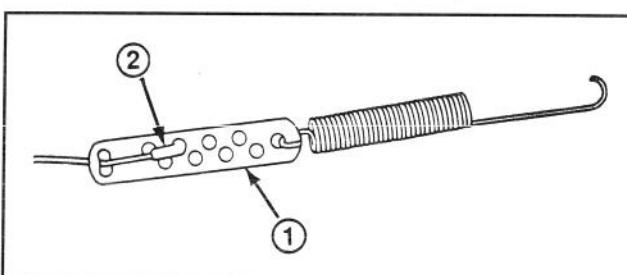

Figure 10
3. REGLAGE DU CABLE (Fig. 10)—Décrochez l'extrémité du ressort du trou inférieur du support de la barre de commande. Dégagiez la garde du ressort afin d'exposer la barrette de réglage. Décrochez le crochet en Z et replacez-le dans un trou supérieur ou inférieur de la barrette de réglage afin d'obtenir le dégagement approprié de 1,5 à 3 mm (1/16 à 1/8 de pouce). Replacez la garde du ressort sur la barrette de réglage et raccrochez le ressort dans le trou inférieur du support de la barre de commande.